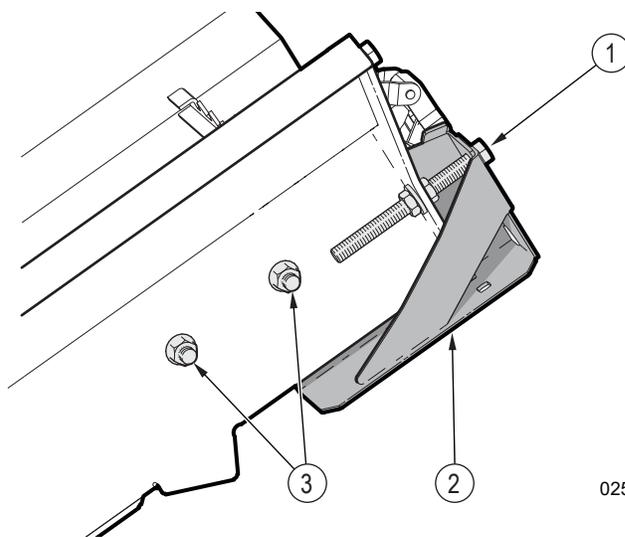

Figure 50 – Régler la tension de la chaîne du convoyeur
3. Desserrez (ne retirez pas) les boulons supérieurs de l'auge du convoyeur (deux de chaque côté). Consultez *Figure 50*.